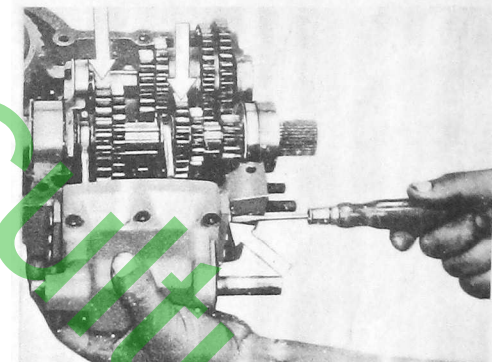

Fig. 78
1. Schaltgabeln in die Schieberäder stecken (Fig. 78, links: 1. und 2. Gang; rechts: 3. und 4. Gang).
3. Einzelne Gänge einlegen und durch Drehen der Gewindestifte (Fig. 78, unten) Schieberäder so einstellen, daß die Zahnräder voll im Eingriff sind. Dabei den Leerlauf berücksichtigen!
1. Insert the shifter forks in the sliding gears. (Fig. 78, left: 1st and 2nd gear right: 3rd and 4th gear)
3. Engage the individual gears and set the sliding gears by turning the grub screws (Fig. 78, bottom) in such a way, that the gears fully mesh. Take idling speed into consideration.